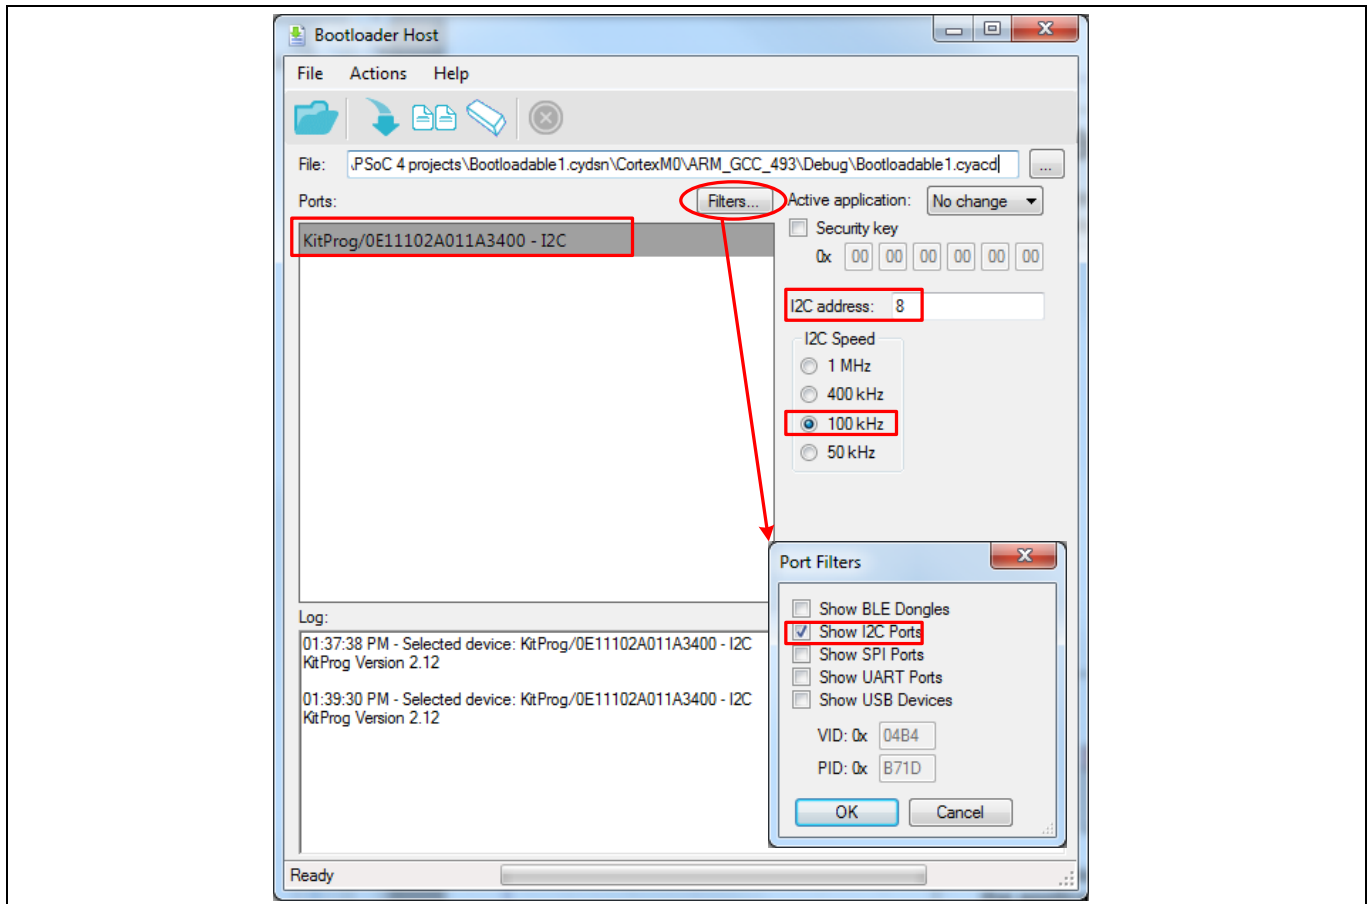

Figure 20 ブートローダのホスト アプリケーション
3. **Figure 20** に示すように、ブートローダ ホスト アプリケーションの I²C の設定は、ブートローダ プロジェクトの I²C (SCB モード) コンポーネント設定 (8 ページの **Figure 4**) と同じであることを確認してください。